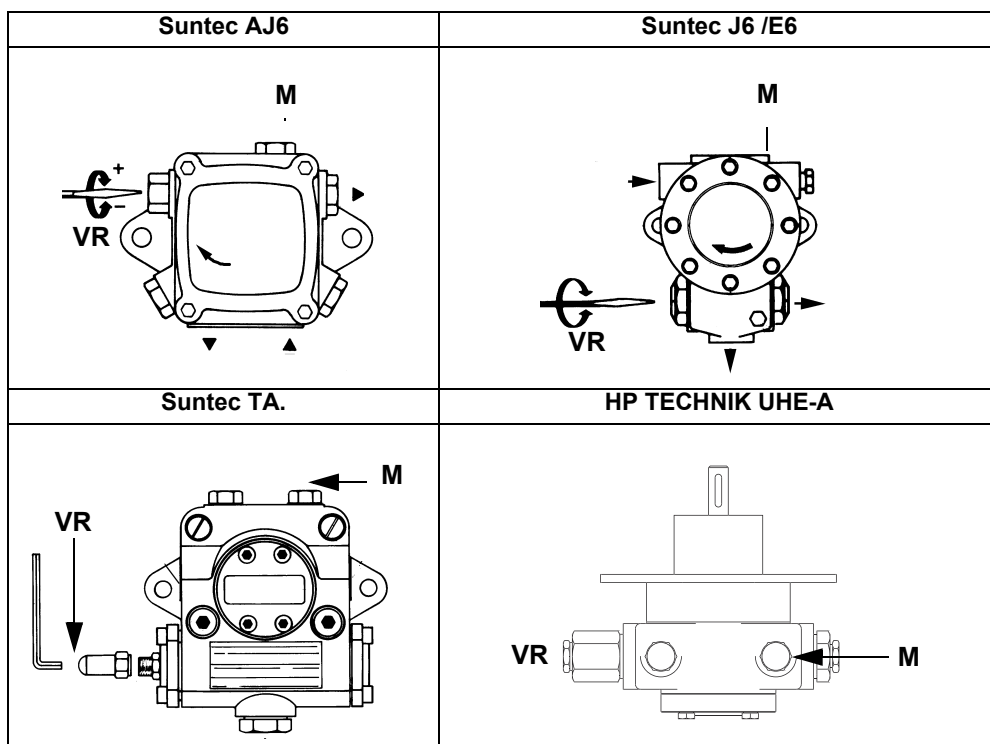
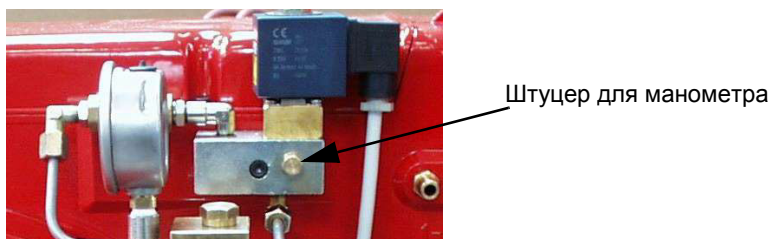

Рис. 11
Рис. 12 - Распределительный блок дизтоплива (PG60)
- 2 выпустить воздух со штуцера (M) манометра насоса (Рис. 11), расслабив слегка заглушку, но не снимая ее; затем отпустить контактор;
- 4 Fig. 12Fig. 13 Давление питания форсунки уже отрегулировано заранее на заводе-изготовителе и не должно изменяться. Только в случае необходимости, отрегулировать давление питания (см. соответствующий параграф) следующим образом: установить манометр в положение, указанное на Рис. 12, воздействовать на регулировочный винт **VR** насоса (см. Рис. 11) до получения на форсунке давления в 20 бар (форсунки Vergonzo - см. график на Рис. 10);